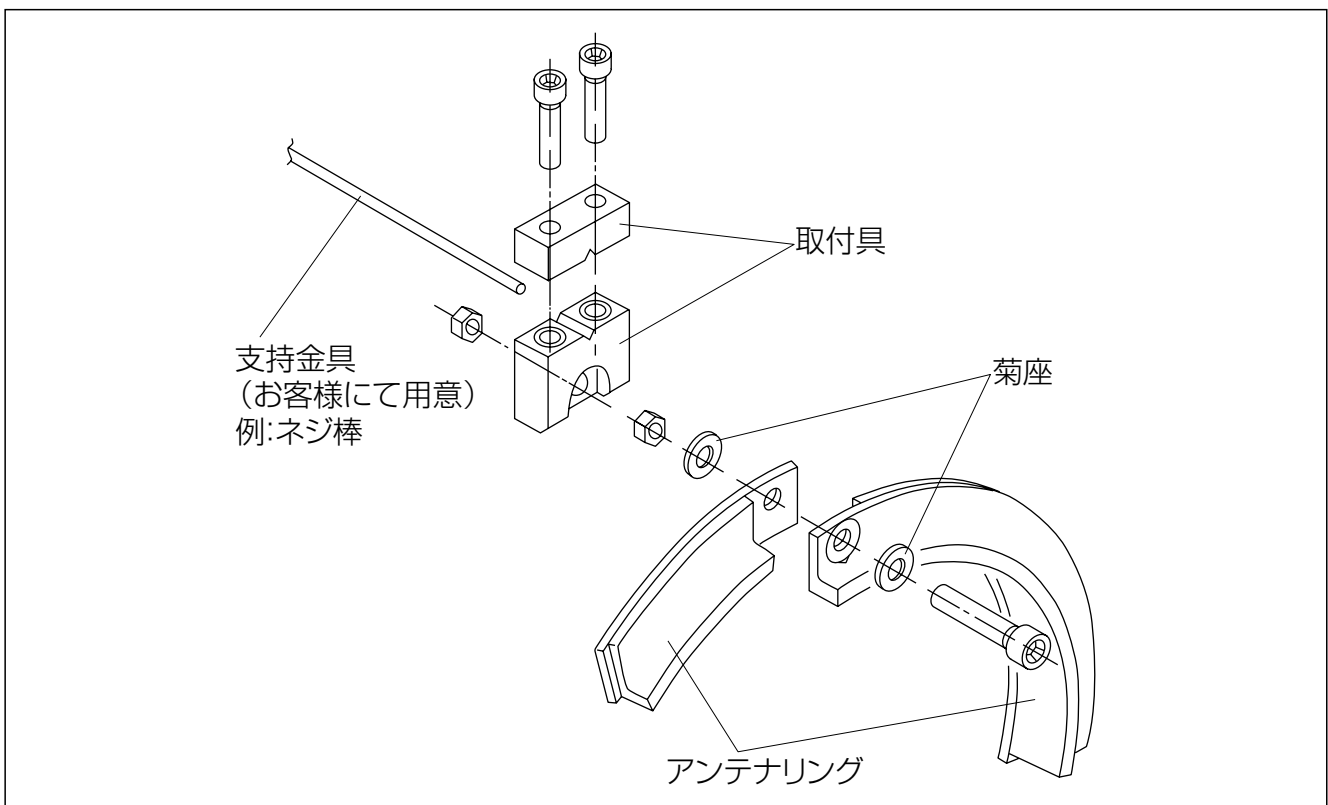

図4.4：取付具の組立
- ①アンテナ上部のネジをゆるめ取り除きます。
- ②取付具を同梱のねじで、図4.4のように取り付けます。菊座を使用することをお忘れなく。
- ③適切な支持具を上下の取付具ではさみ（推奨品：直径3～8mmのネジ棒）取り付け具のネジを締め付けます。